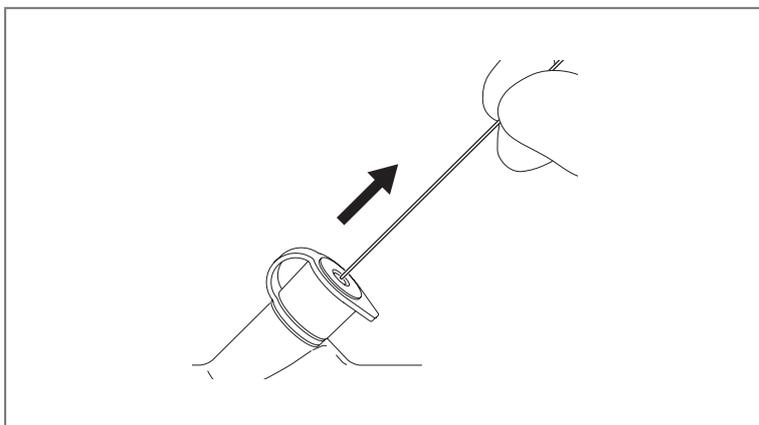

Рис. 4.4
2. Медленно извлеките эндоскопическое устройство прямо по направлению к клапану входного отверстия. (см. рисунок 4.4)